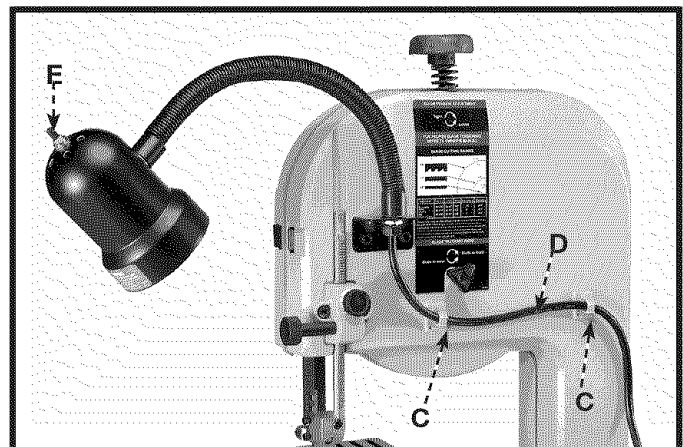

Fig. 19
- Décoller l'endos des colliers de la lampe (C) fig. 19, et installer un collier à chaque endroit illustré. S'assurer que le cordon de la lampe soit acheminé loin de la lame, puis fixer le cordon d'alimentation (D) aux colliers de cordon (C) fig. 19.
- La lampe flexible fonctionne indépendamment de la scie à ruban. Pour allumer ou éteindre la lampe, tourner l'interrupteur (E) fig. 19.